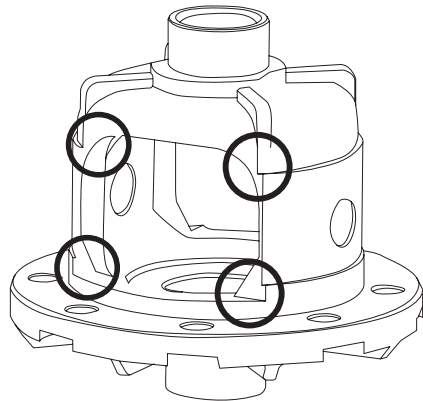

Рис. 2
5. В местах на корпусе дифференциала, отмеченных на **Рис. 2**, необходимо снять часть металла, используя круглый напильник (**см. раздел Инструменты**).